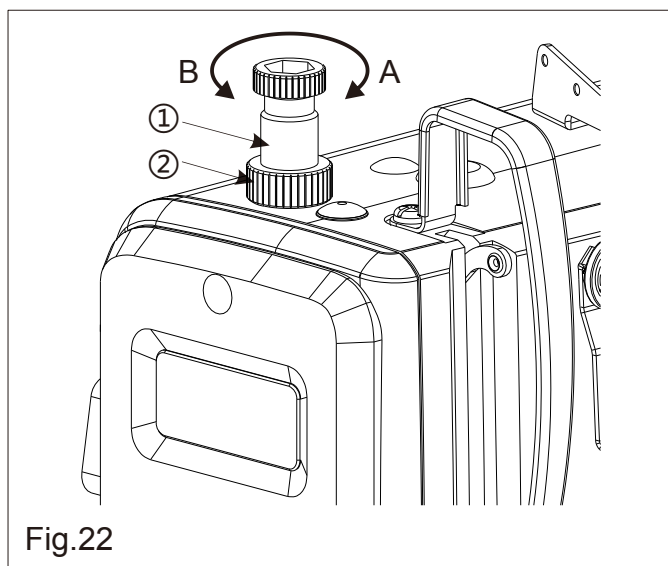

Fig.22
- 1) La muestra guía mostrada en la figura de la derecha (ver Fig. 22) puede ajustarse con precisión (aumentarse o reducirse) según los diferentes procesos de costura; sin embargo, debe evitarse un aumento o reducción excesivos. Una masa de aceite demasiado pequeña puede provocar el calentamiento del gancho giratorio, y una masa de aceite demasiado grande puede contaminar los materiales de costura.
18 Ajuste de la presión del prensatelas (Fig. 22)